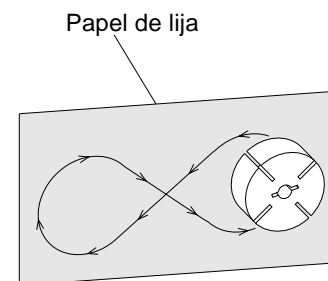

Figura 34 - Lijado del rotor
14. Coloque un papel de lija fina (grano 600) en una superficie plana. Lije el rotor ligeramente siguiendo un movimiento en forma de "ocho" cuatro veces (vea la Figura 34).